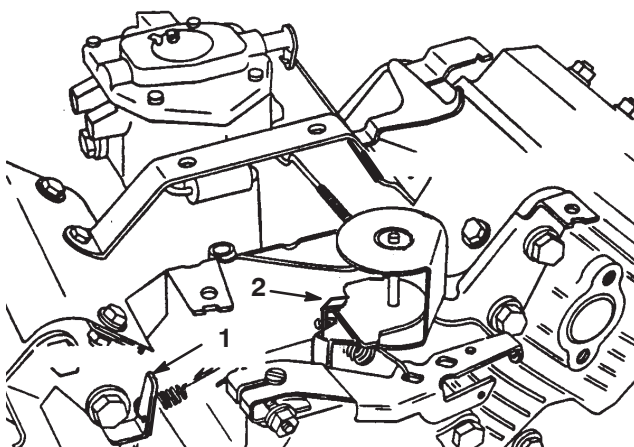

Bild 38
3. Biegen Sie den Anker-Federmitnehmer (Bild 38), um eine Leerlaufgeschwindigkeit von 1625 ± 50 U/min zu erzielen. Prüfen Sie die Motordrehzahl mit einem Drehzahlmesser.
5. Stellen Sie den Gasbedienungshebel auf „Schnell“. Biegen Sie den Anker-Federmitnehmer (Bild 38), um eine Vollgasdrehzahl von 2850 ± 50 U/min zu realisieren.